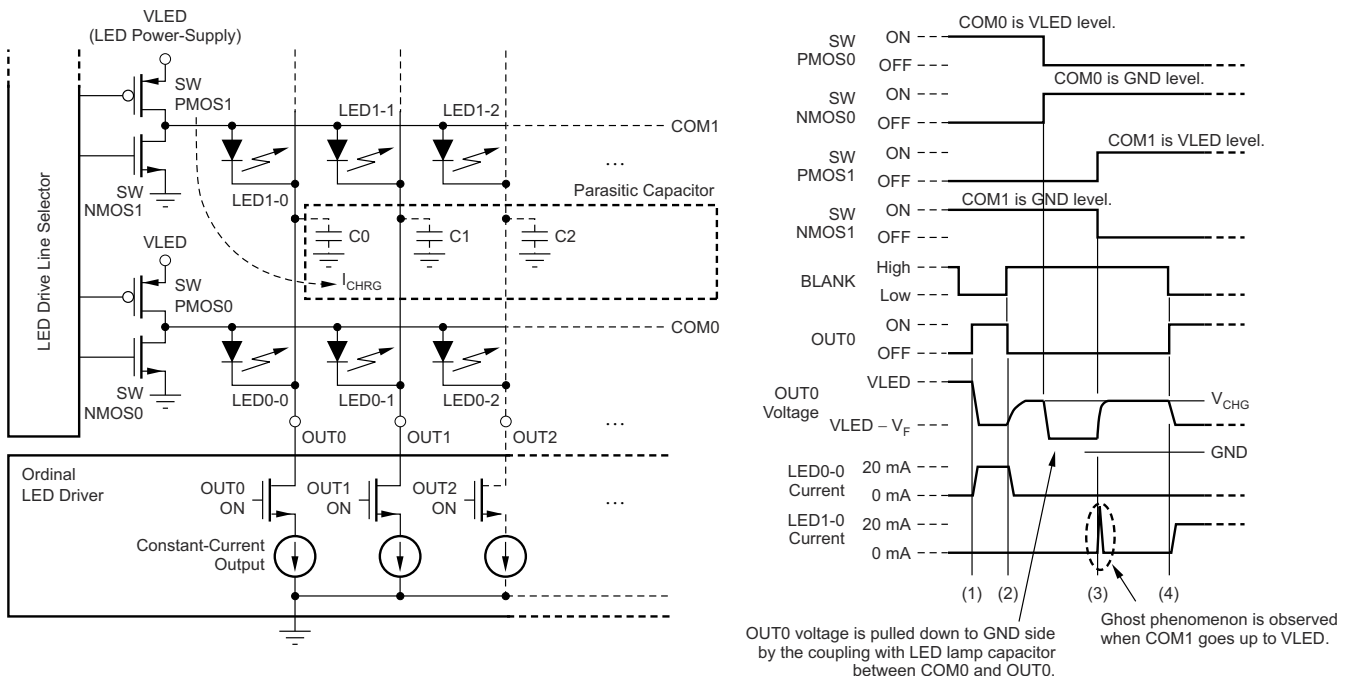

図 7-1. LED ゴースト発光現象のメカニズム
内蔵のプリチャージ FET により、多重化された LED モジュールのゴーストが防止されます。この現象の原因の 1 つは、定電流出力 (OUTn) の寄生容量充電電流と、LED 経由で OUTn に接続された PCB 配線です。図 7-1 に、メカニズムの 1 つを示します。
図 7-1 では、定電流ドライバが LED0-0 を (1) でオンにし、(2) でオフにします。LED0-0 がオフになると、OUT0 電圧は LED0-0 によって V_{CHG} にプルアップされます。この OUT0 ノードにはいくらかの寄生容量があります (定電流ドライバ出力容量や、C0-2 として示される基板レイアウト容量など)。LED0-0 がオフになった後、SWPMOS0 がオフになり、COM0 については SWNMOS0 がオンになり、COM0 は GND にプルダウンされます。COM0 と OUT0 の間には寄生容量が存在するため、OUT0 電圧も GND にプルダウンされます。その後、次の共通ライン (COM1) で SWPMOS1 がオンになります。SWPMOS1 がオンになると、OUT0 電圧がグランド電圧から $V_{LED} - V_F$ にプルアップされます。充電電流 (I_{CHRG}) は LED1-0 を経由して寄生コンデンサ (C0) に流れるため、LED が短時間オンになり、LED1-0 のゴースト効果が発生します。